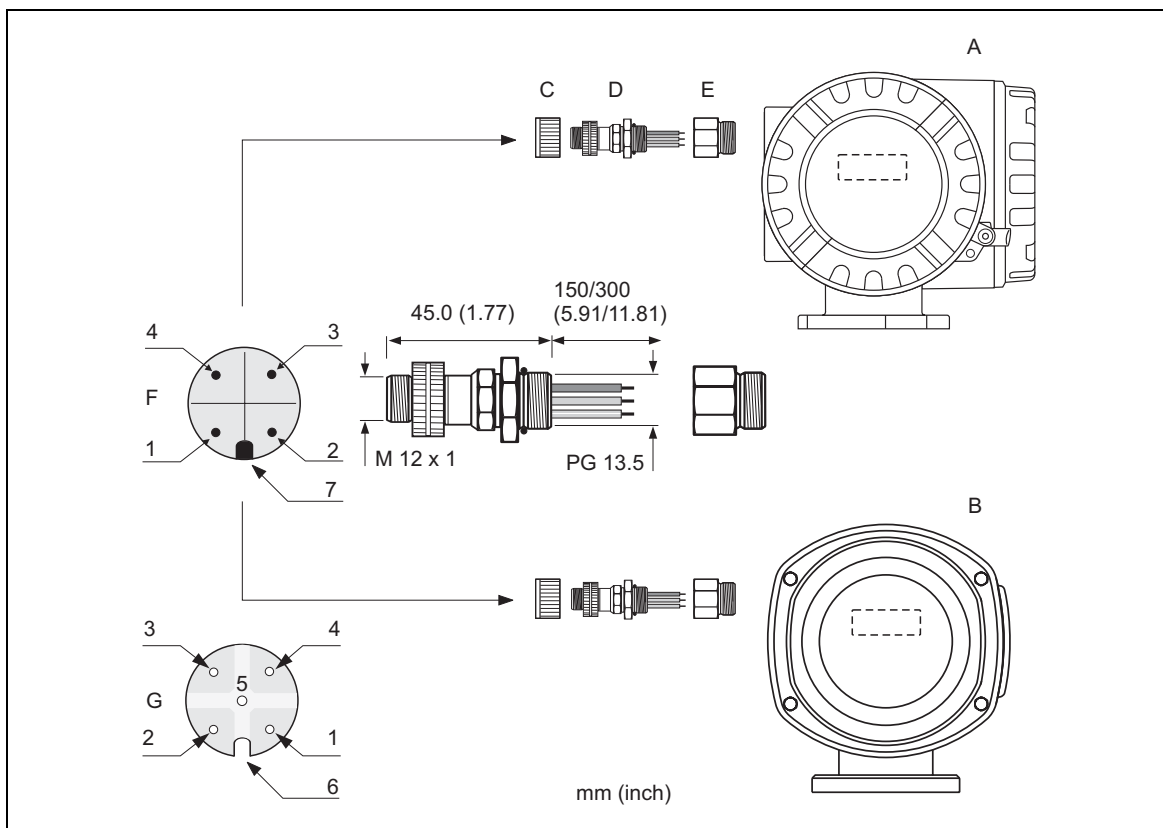

Рис. 18: Разъемы для подключения к PROFIBUS-PA
– Схема подключения для корпуса преобразователя для настенного монтажа → Рис. 18